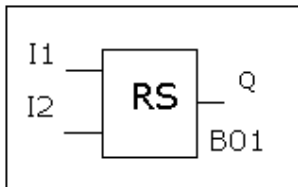

Rys. 4.31
* Następnie ustawimy parametry przy pomocy przycisków +, -. Jeśli chcemy wybrać I1 wystarczy nacisnąć OK., gdy I1 jest wyświetlone, jak to zostało przedstawione na Rys. 4.31 (zakres parametrów I jest zawarty w przedziale I1-I6 lub I1-IC).